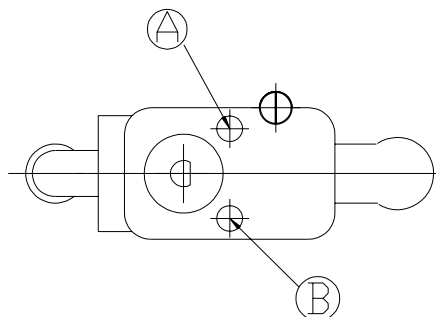

Figura 9: Rubinetto termostatico
- b) Allentare le viti A e B (Figura 9) . Estrarre il maschio del rubinetto e rimuovere il grasso vecchio.